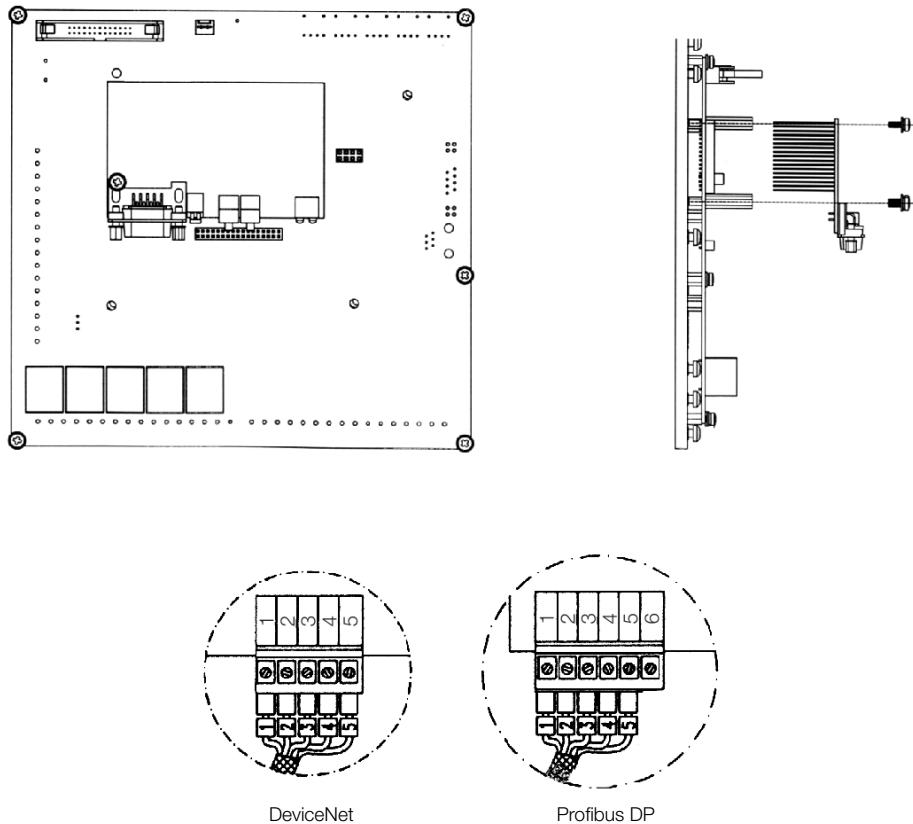

Figura 7.1: Instalação do cartão eletrônico do Fieldbus
3. Encaixar cuidadosamente o conector barra de pinos do cartão eletrônico do Fieldbus no conector fêmea XC140 do cartão de controle MVC4. Verificar a exata coincidência de todos os pinos do conector XC140, conforme Figura 7.1 na página 7-3 .